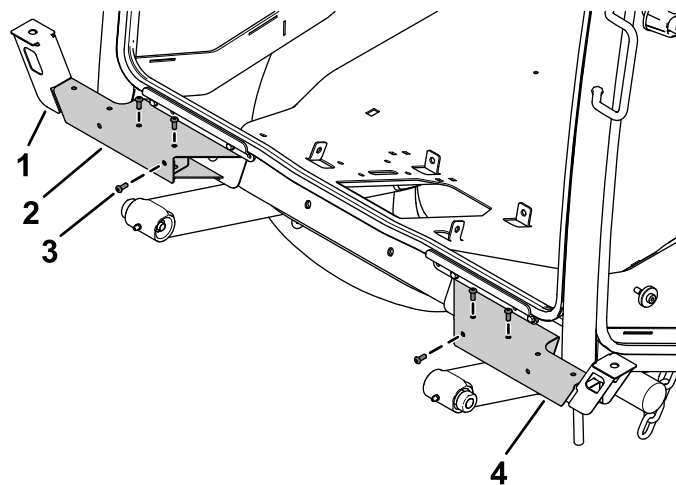

Figura 15
- Fixai suportul luminii din stânga i suportul luminii din dreapta pe bazele pentru lumini folosind 3 uruburi cu cap semirotund ($\frac{1}{4} \times \frac{5}{8}$ ") prin piuliile de viteză de pe fiecare parte (Figura 15).